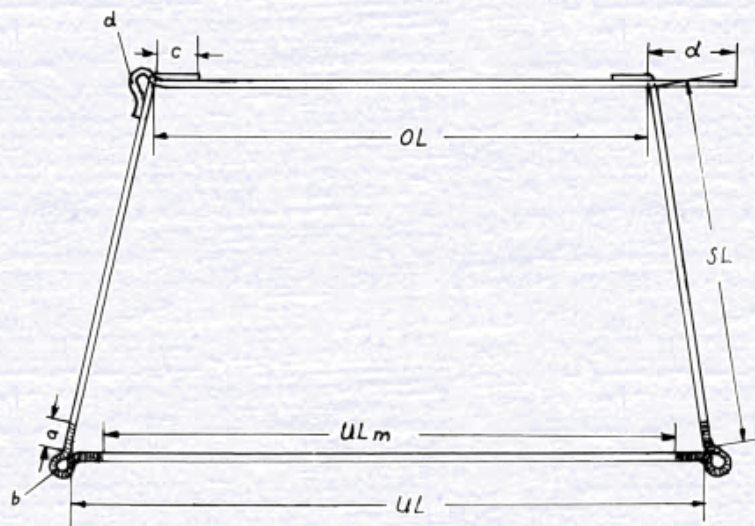

Abb. 6
- a. Der erste Schritt ist eine grafische Festlegung der Längen (Abb. 6), wobei Lage und Länge der Schlaufen genau festzulegen sind. Die Leekschnur besteht aus zwei Teilen, einmal der Länge des Unterleeks zusammen mit den beiden Seitenleeks und aus dem Rahleek. Das Ablängen beider Teile erfolgt mit ca. 10 mm Zug pro Seite.